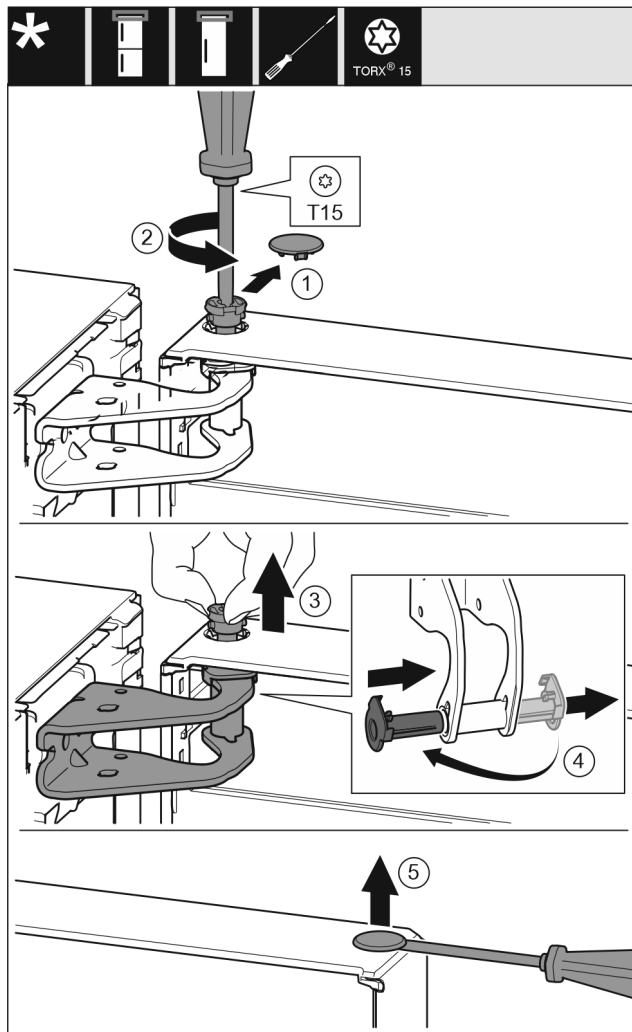

Fig. 9
- ▶ Óvatosan húzza le a biztonsági fedelet. Fig. 9 (1)
- ▶ Tekerje ki a csapot egy kissé a T15 csavarhúzóval. Fig. 9 (2)
- ▶ Tartsa meg az ajtót, és húzza ki a csapszeget az ujjaival. Fig. 9 (3)
- ▶ Húzza ki a csapágyperselyt a vezető sínből. Helyezze be a másik oldalról, és pattintsa a helyére. Fig. 9 (4)
- ▶ Óvatosan emelje ki a dugaszt az ajtó csapágyperselyéből lapos csavarhúzóval, és húzza ki. Fig. 9 (5)